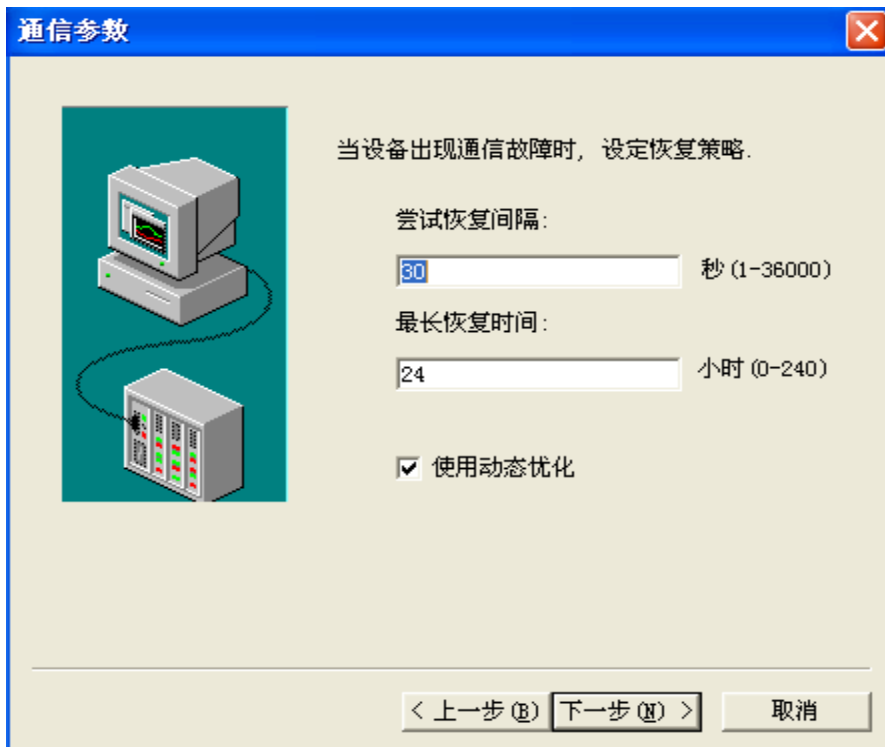

图 2-23
5、此处填写设备地址为 0，单击“下一步”，弹出通讯参数对话框，如图 2-23 所示。
图 2-23 中的重要设置项说明：1、尝试恢复间隔：当组态王和设备通讯失败后，组态王将根据此处设定时间定期和设备尝试通讯一次；2、最长恢复时间：当组态王和设备通讯失败后，超过此设定时间仍然和设备通讯不上的，组态王将不再尝试和此设备进行通讯，除非重新启动运行组态王；3、.动态优化：此项参数可以优化组态王的数据采集。如果选中动态优化选项的话，则以下任一条件满足时组态王将执行该设备的数据采集：（1）、当前显示画面上正在使用的变量、（2）、历史数据库正在使用的变量、（3）、报警记录正在使用的变量、（4）、命令语言中正在使用的变量。任一条件都不满足时将不采集；当动态优化项不选择时，组态王将按变量的采集频率周期性地执行数据采集任务。单击“下一步”系统弹出信息总结对话框，如图 2-24 所示。